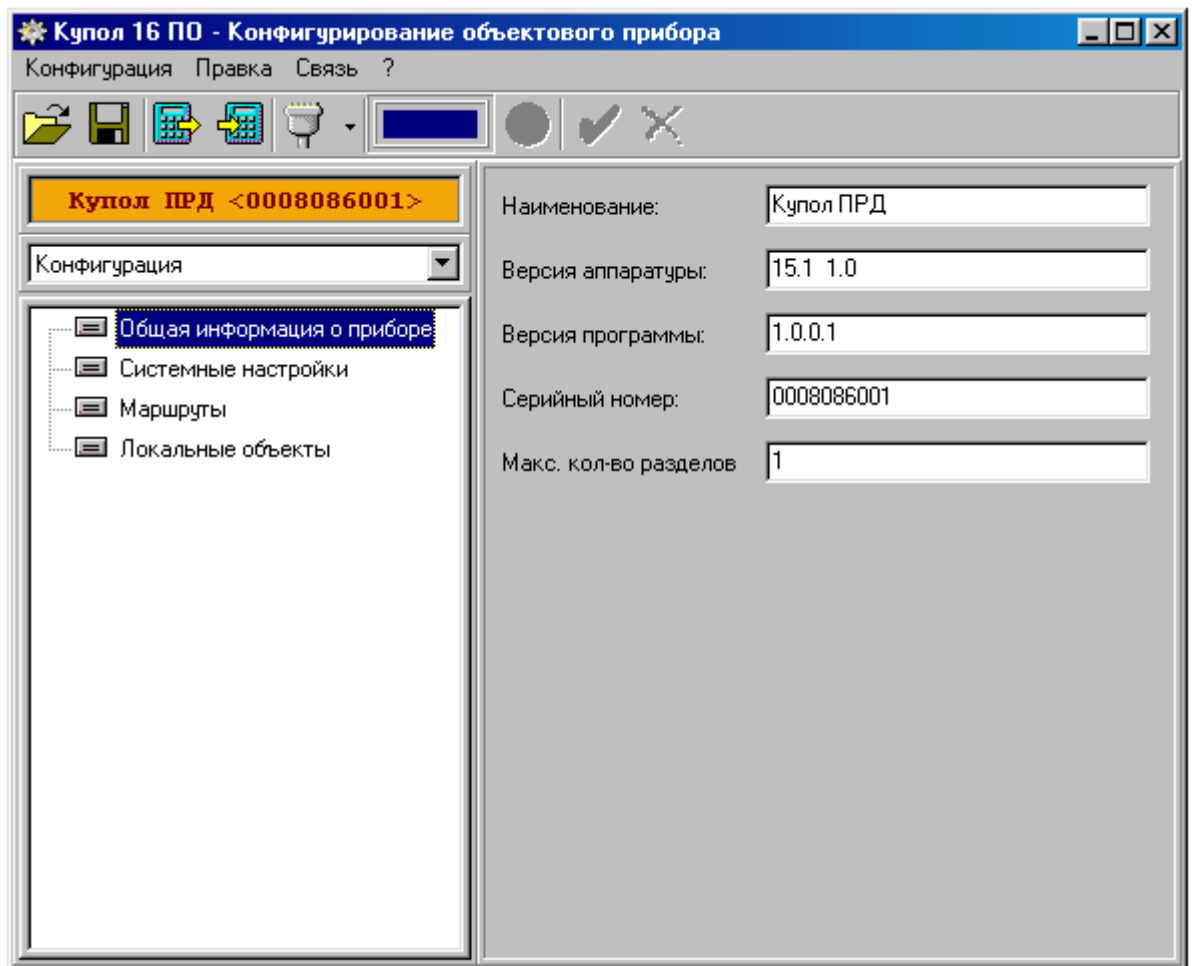

Рис. 10.1. Типовое окно программы конфигурирования прибора.
10.2.1.10. Окно программы (см. рис. 10.1) можно условно разделить на две части: на дерево конфигулируемых параметров и панель конфигурирования. Для изменения определенного параметра необходимо выбрать его в дереве параметров и отредактировать в панели конфигурирования.